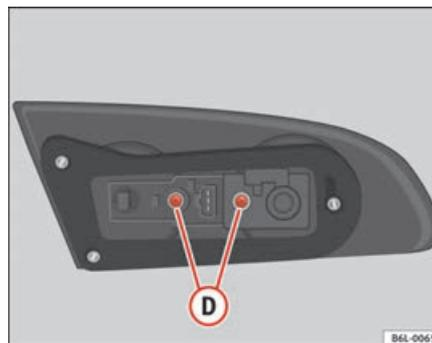

Fig. 165 Accès à la lampe
- Dévisser les vis **(D)** ⇒ fig. 165 et extraire le porte-lampes.